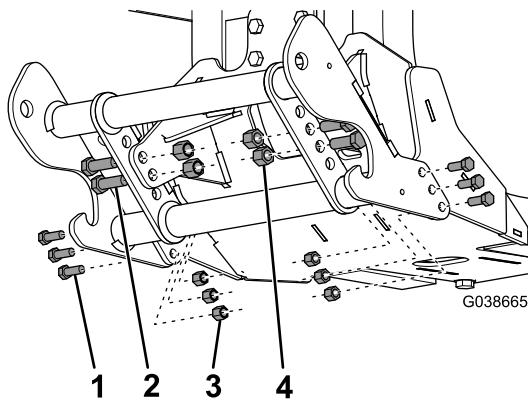

Figura 3
- Monte la viga de empuje en la placa de protección del quitanieves usando 4 pernos (1/2"), 4 tuercas (1/2"), 6 pernos (3/8") y 6 tuercas (3/8"), como se muestra en Figura 3.
- Coloque la pegatina BOSS en el tubo superior de la viga de empuje (Figura 3).